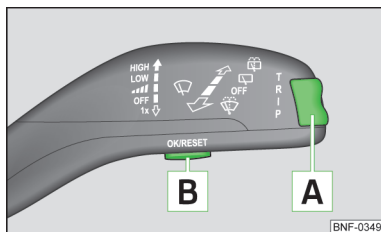

Fig. 7
Du kan skifte hukommelse med knappen **B** » Fig. 7 på side 12 på betjeningsarmen til viskerne.
» Fig. 7.
» Tryk på knappen  » Fig. 7.
» Tryk et kort øjeblik øverst eller nederst på vippeknappen  » Fig. 7. Derved åbner du de enkelte funktioner i kørecomputeren efter hinanden.
- » Tryk på knappen  » Fig. 7 i længere tid.
- » Tryk øverst eller nederst på vippeknappen  » Fig. 7 på side 12 for at skifte til visningen af klokkeslættet.
I displayet vises køretiden siden seneste sletning af hukommelsen » Side 11. Hvis du vil måle køretiden fra et bestemt tidspunkt, skal du nulstille hukommelsen på dette tidspunkt ved at trykke på knappen  » Fig. 7 på side 12.
Hvis du vil måle det gennemsnitlige brændstofforbrug for en bestemt periode, skal du slette hukommelsen med knappen [B] » Fig. 7 på side 12, når den nye måling startes. Efter sletningen vises streger i displayet på de første ca. 300 m af strækningen.
I displayet vises antal kørte kilometer siden sidste sletning af hukommelsen » Side 11. Hvis du vil måle antal kørte kilometer fra et bestemt tidspunkt, skal du nulstille hukommelsen på dette tidspunkt ved at trykke på knappen [B] » Fig. 7 på side 12.
Displayet viser gennemsnitshastigheden i km/h siden den seneste sletning af hukommelsen » Side 11. Hvis du vil måle gennemsnitshastigheden for et bestemt tidsrum, skal du, når målingen påbegyndes, nulstille hukommelsen med knappen [B] på betjeningsarmen til viskerne » Fig. 7 på side 12.
- » Vælg menupunktet **Warning against excessive speeds** med knappen [A] » Fig. 7 på side 12.
- Vælg menupunktet **Warning against excessive speeds** med knappen **A** » Fig. 7 på side 12.